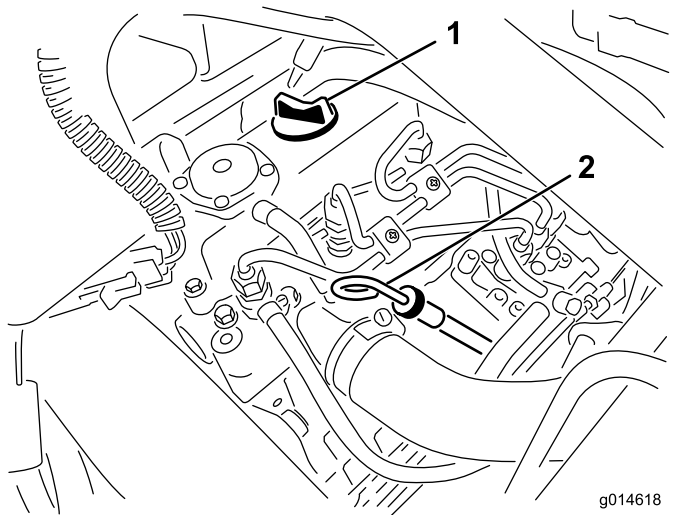

Figura 31
2. Retire a vareta e limpe-a com um pano limpo (Figura 31).